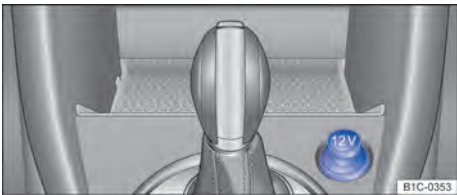

Fig. 98 Embaixo de uma cobertura: tomada de 12 V no console central dianteiro.
- No console central dianteiro ⇒ Fig. 98.